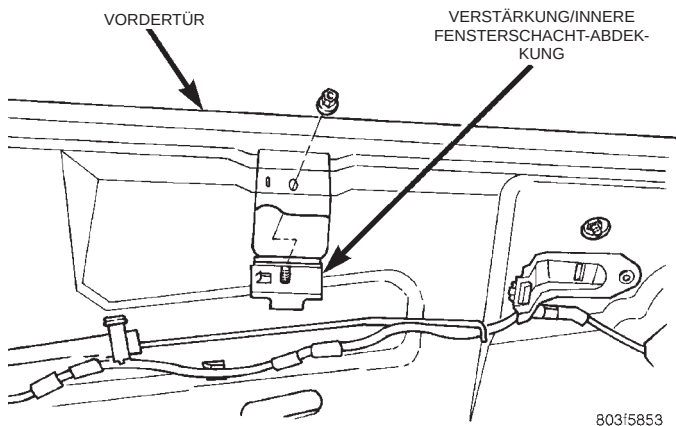

Abb. 20 Verstärkung der inneren Fensterschacht-Abdeckung
(1) Türverkleidung abbauen.
(2) Haltemutter lösen, mit der die Verstärkung der inneren Fensterschacht-Abdeckung am Türinnenblech befestigt ist.
(3) Verstärkung der inneren Fensterschacht-Abdeckung von der Tür abnehmen. (Abb. 20)